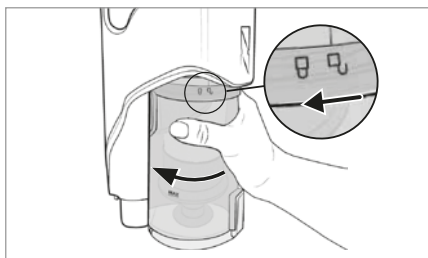

Fig. 19
- 2) Para desmontar el depósito de polvo 7 del aparato, gírelo hacia el símbolo (abrir) hasta que pueda retirarse del aparato (consulte la fig. 19).